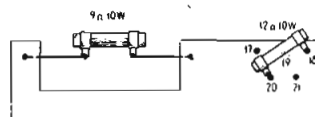

fig. 2
5. Monteer een draadgewonden weerstand van 12 ohm-10 W tussen punt 18 en punt 20 van bovengenoemde aansluitplaat, zie bijgaande fig. 2.